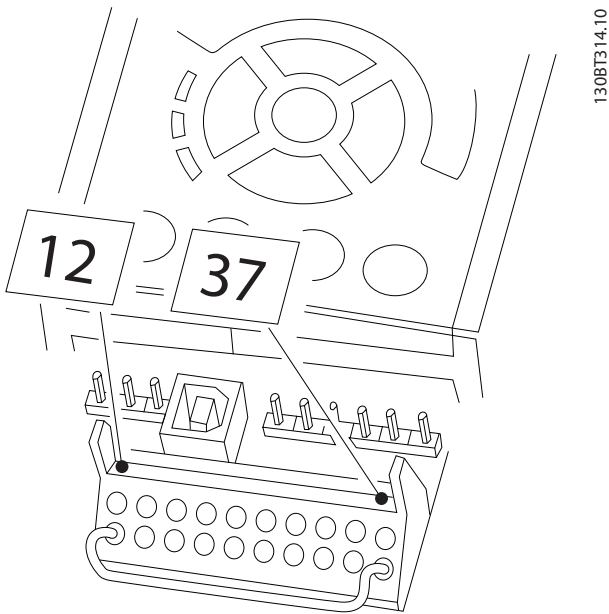

Abbildung 2.1 Drahtbrücke zwischen Klemme 37 und 24 V DC
1. Entfernen Sie die Drahtbrücke (Jumper) zwischen Klemme 37 und 24 V DC. Es reicht nicht aus, die Drahtbrücke nur durchzuschneiden oder durchzubrechen. Sie muss vollständig entfernt werden, um Kurzschlüsse zu vermeiden. Siehe Drahtbrücke in *Abbildung 2.1*.